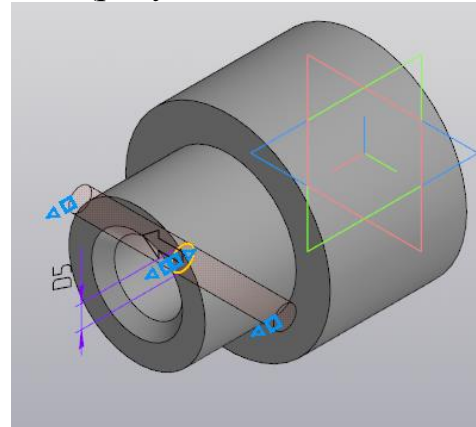

Рисунок 124.
19. По эскизу выполните сквозное отверстие через операцию **Вырезать выдавливанием - Два направления и Через все** (рисунок 124).